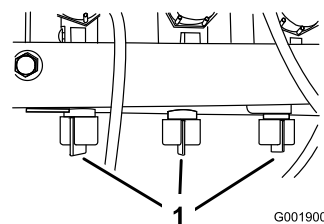

Figura 30
12. Regolate la valvola di bypass della barra (Figura 30) sotto la valvola di comando della barra che avete disattivato, finché il misuratore di pressione non mostra un valore identico a quello rilevato alla voce 9.